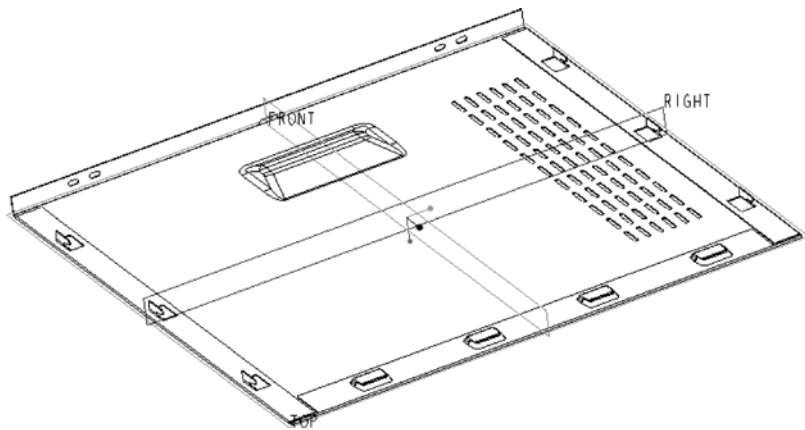

图 6-57 完成阵列特征
(5) 在“阵列”选项卡中单击  (完成) 按钮, 完成该阵列特征的侧板零件如图 6-57 所示。